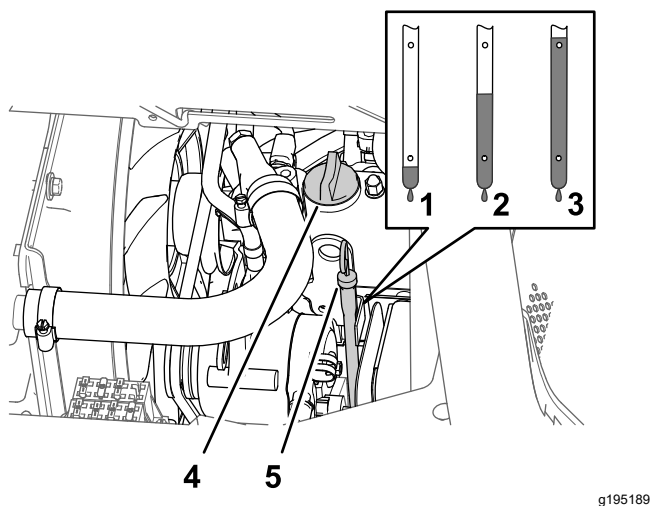

Figure 77
5. Enlevez le bouchon de remplissage d'huile du goulot de remplissage sur le couvre-culasse (Figure 77) et versez avec précaution environ 80 % de la quantité d'huile spécifiée dans le goulot de remplissage.
- Sortez la jauge et vérifiez le niveau d'huile dans le carter moteur (Figure 77).
- Versez avec précaution la quantité d'huile spécifiée requise pour faire monter le niveau jusqu'au repère maximum sur la jauge (Figure 77).
- Remettez le bouchon de remplissage d'huile dans le goulot de remplissage et la jauge dans son tube (Figure 77).